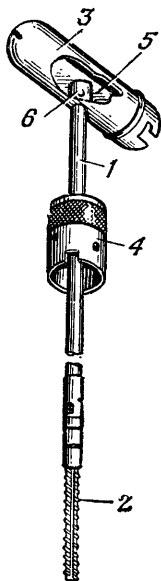

Рис. 46. Принадлежность автомата, подготовленная для чистки:
3) Осмотреть принадлежность, как указано в ст. 68, и подготовить ее для использования при чистке (рис. 46).